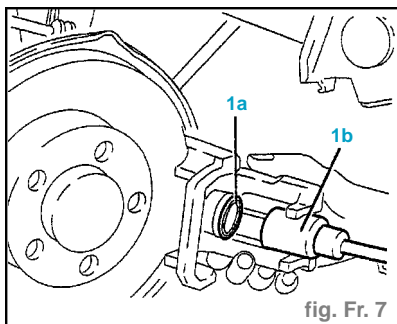

fig. Fr. 7
- Comprimer le piston (1a) des pinces de freins par l'outil 1.822.108.000 (1b) pour faciliter le montage des pinces de freins (fig. Fr. 7).
- Comprimer le piston (1a) de la pince de freins arrière avec l'outil 1.822.108.000 (1b) afin de faciliter le montage de la pince de freins (fig. Fr. 7).
- Comprimer le piston (1a) de la pince de freins arrière avec l'outil (1b), afin de faciliter le montage de la pince de freins (fig. Fr. 7).